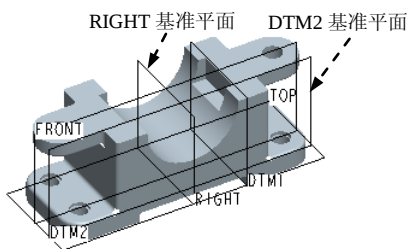

图 3.12.29 选取基准平面
(1) 定义草绘平面。在“截面”操控板的 **草绘** 界面中单击 **定义...** 按钮, 选取图 3.12.29 所示的 RIGHT 基准平面为草绘平面, 再选取图 3.12.29 所示的基准平面 DTM2, 方向为 **左**, 单击 **草绘** 按钮。